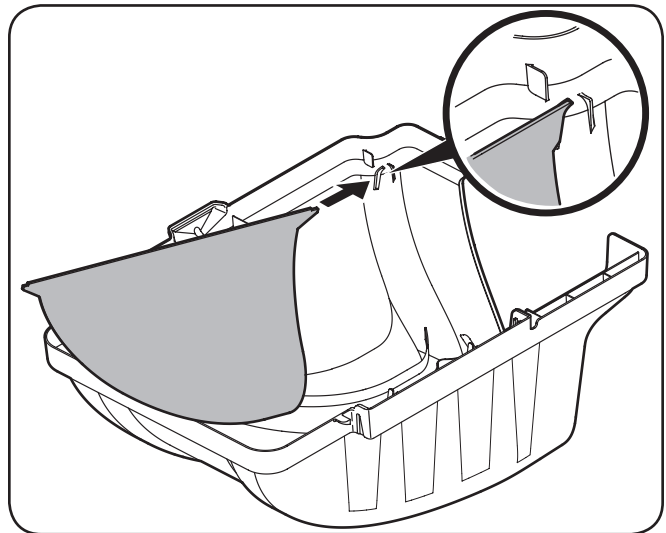
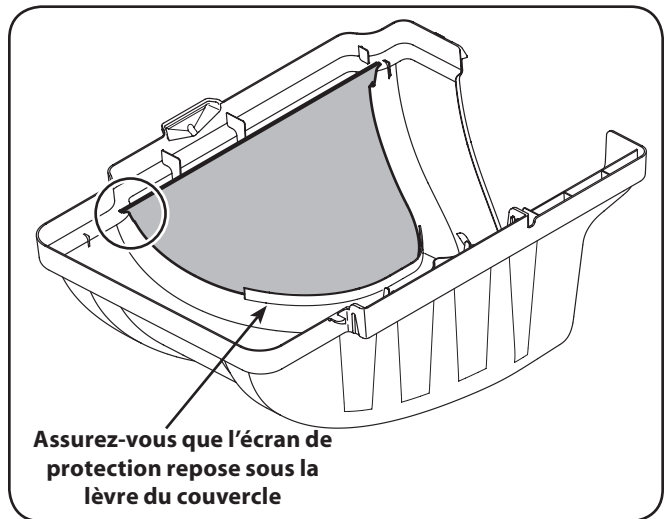

Figure 4-12
Figure 4-13
3. Installez l'écran de protection du dispositif d'ensilage sur le couvercle du dispositif d'ensilage en insérant d'abord l'extrémité la plus proche du côté avec la découpe dans le trou de montage, comme illustré à la Figure 4-12. Assurez-vous de placer l'écran de protection sous la lèvre, comme illustré à la Figure 4-13.
4. Insérez dans l'autre côté en poussant l'écran de protection dans la découpe fournie. Consultez la Figure 4-13.